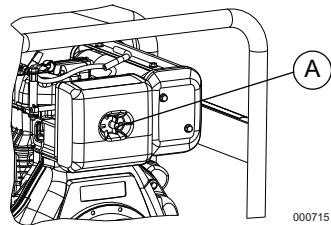

Figure 4-4. Assemblage du filtre à air
1. Voir la **Figure 4-4**. Tournez le bouton (A), puis retirez le couvercle du filtre à air.